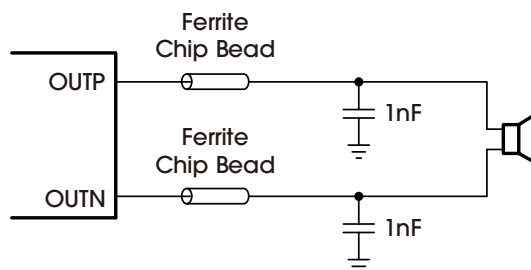

Figure 8. Typical Ferrite Chip Bead Filter (Chip Bead Example: NFZ2MSM Series from Murata)
- 输出滤波器: 铁氧体 EMI 滤波器(Figure 8)应尽可能靠近输出引脚放置, 以获得最佳 EMI 性能。铁氧体中使用的电容器应接地至电源地。